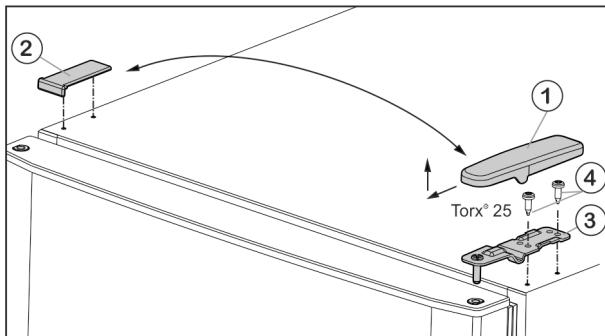

Fig. 5
- Skinite pokrov Fig. 5 (1) prema naprijed i gore.
- Podignite pokrov Fig. 5 (2).
► Odvijte gornji podložak ležaja Fig. 5 (3) (2 puta Torx® 25) Fig. 5 (4) i izvucite ga prema gore.
- ▶ Umetnite gornji podložak ležaja Fig. 5 (3) na novu stranu šarke u vrata.
- ▶ Čvrsto pritegnite gornji podložak ležaja (**s 4 Nm**) (2 x Torx® 25) Fig. 5 (4). Po potrebi upotrijebite odvijač na baterije.
- ▶ Pokrov Fig. 5 (1) postavite izvana na suprotnoj strani tako da se fiksira.
- ▶ Pokrov Fig. 5 (2) postavite odozgo na suprotnoj strani tako da se fiksira.